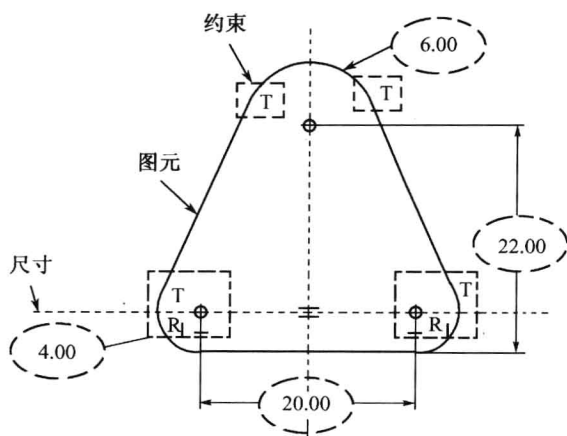
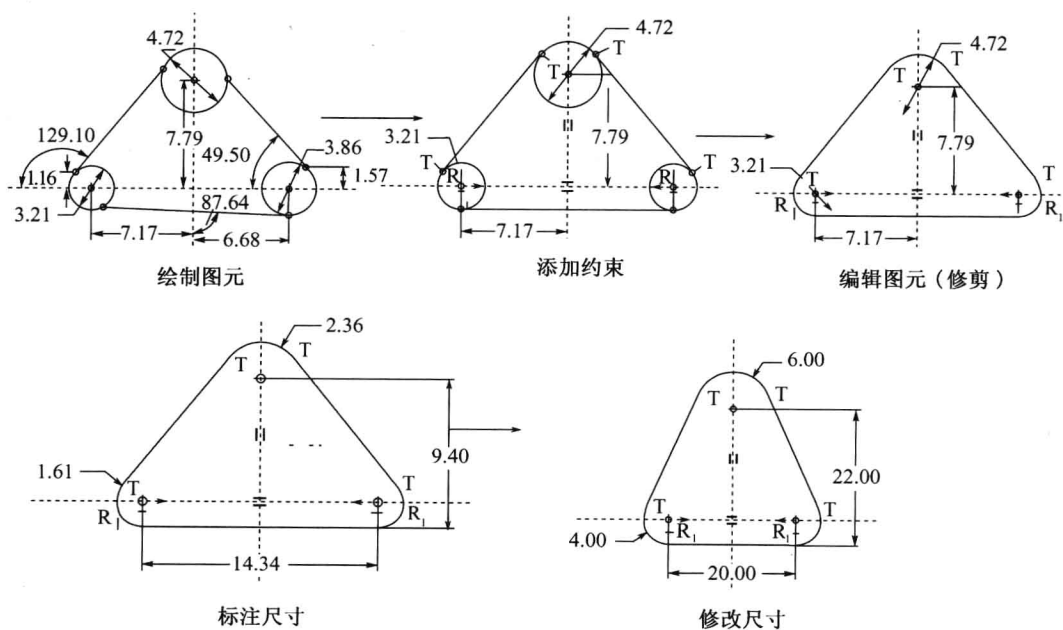
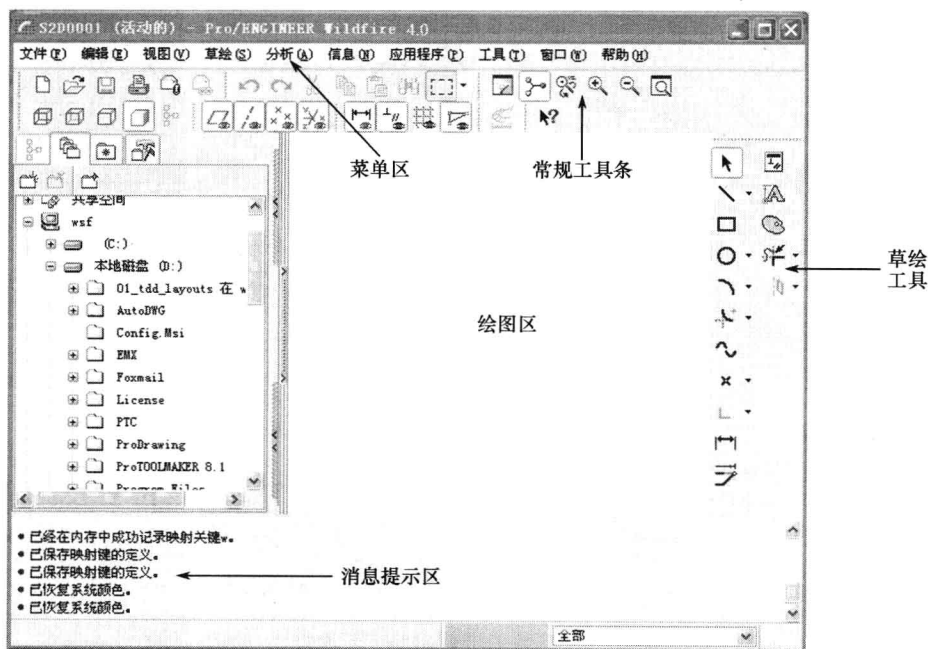

图 2-1 草绘截面
图 2-2 草绘二维截面的一般流程
图 2-4 草绘界面
如图 2-1 所示,草图主要由三个部分组成,即几何图元、尺寸、约束。草绘二维截面的一般流程是:粗略草绘几何图元→添加或删除约束→编辑图元→标注尺寸并修改尺寸,如图 2-2 所示。
(2) 在图 2-2 中,选择文件类型为“草绘”,并输入文件名为“sf”,然后单击“确定”按钮,进入草绘模式,如图 2-4 所示。